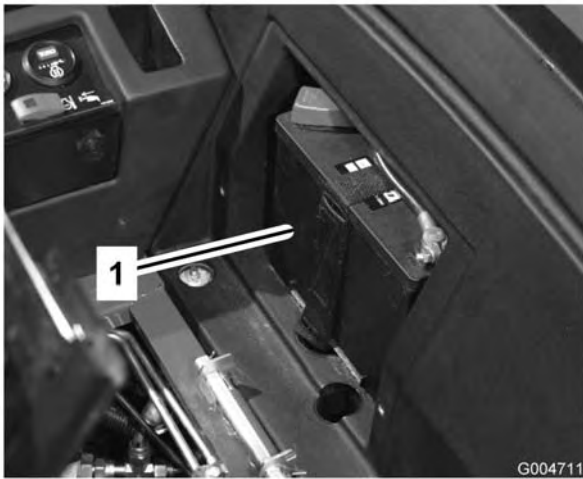

Figura 55
3. Retire los tapones de llenado de la batería (Figura 55) y llene cada celda lentamente hasta que el nivel de electrolito esté justo por encima de las placas.